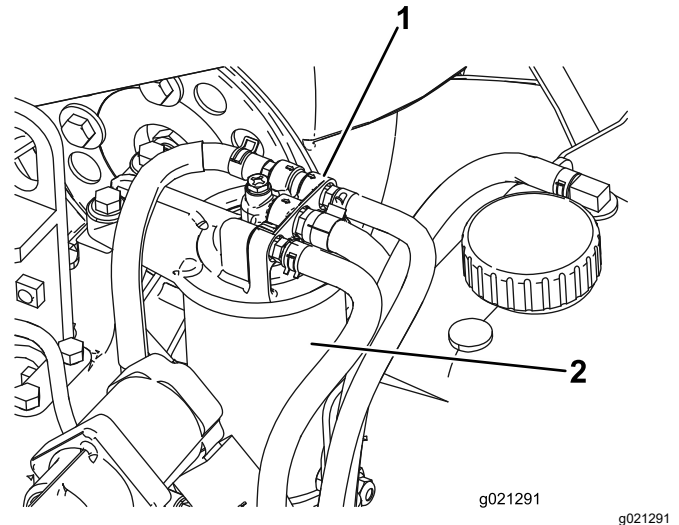

Figura 95
2. Limpe a zona em torno da cabeça do filtro de combustível (Figura 95).
3. Retire o filtro e limpe a superfície de montagem da cabeça do filtro (Figura 95).